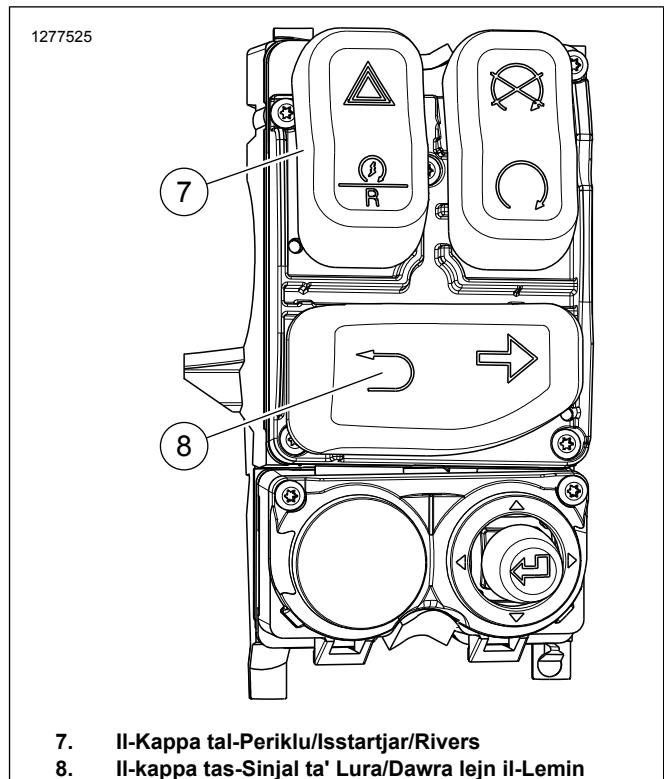

Figura 8. Il-Kontroll tal-Lemin (OE) tat-Trike tal-2019 u ta' iktar tard
- Ara Figura 8 . Neħħi l-kappa tal-Periklu/Isstartjar/Rivers (7) mill-modulu OE tal-kontroll.
- d. Ara Figura 8 . Installa l-ħātu tas-Sinjal tad-Direzzjoni Lura/Lemin (8) fuq il-modulu tal-kontroll il-ġdid.
- e. Ara Figura 8 . Installa l-kappa tal-Periklu/Isstartjar/Rivers (7) mal-modulu l-ġdid tal-kontroll.